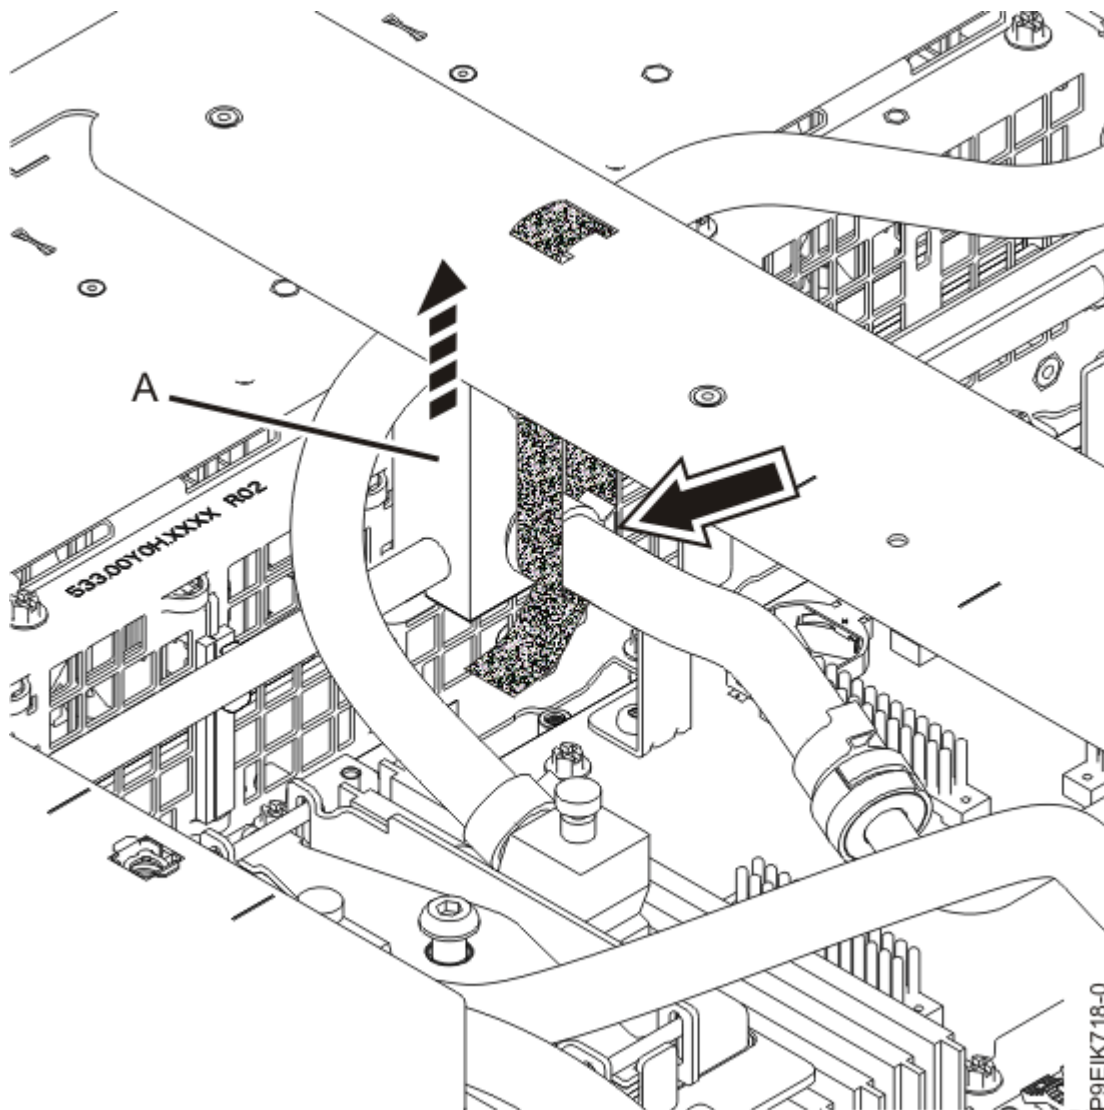

Figura 20. Fijación del conducto frontal
17. En la parte frontal del sistema, levante el enlace de conductos frontal **(A)**. Fije el enlace de contactos frontal a la portadora de instalación de la placa refrigeradora, tal como se muestra en la Figura 20 en la página 24.